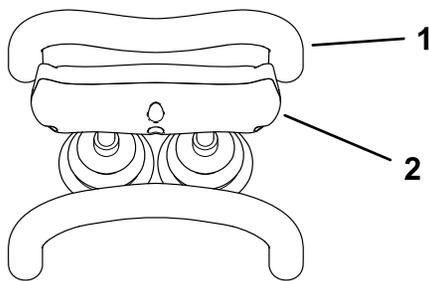

Рисунок 13
- Чтобы остановить машину, отпустите орган управления тягой (Рисунок 13).